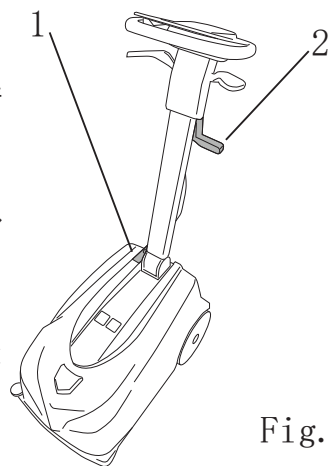

Fig. 3
- 断开总开关 (图3, 编号1), 关闭机器。
- 通过杠杆, 将吸水扒升起 (图3, 编号2)。